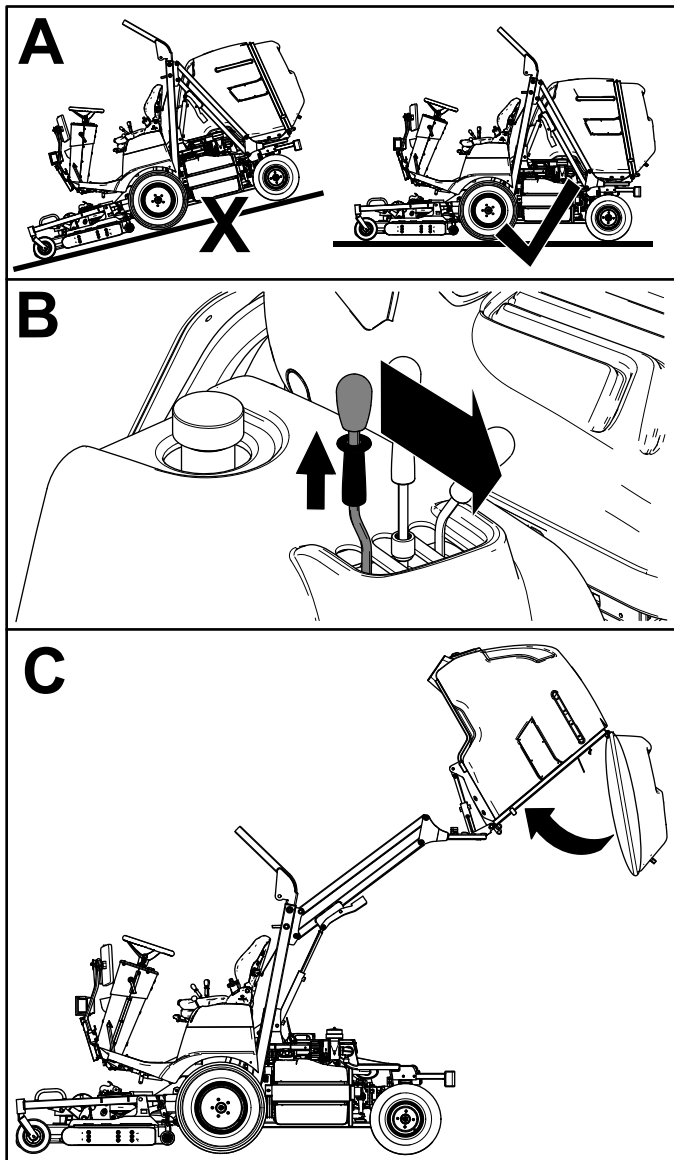

Figura 26
2. După descărcare, tragei în sus inelul de blocare a manetei de descărcare buncăr i deplasai maneta spre față pentru a închide buncărul (Figura 26).